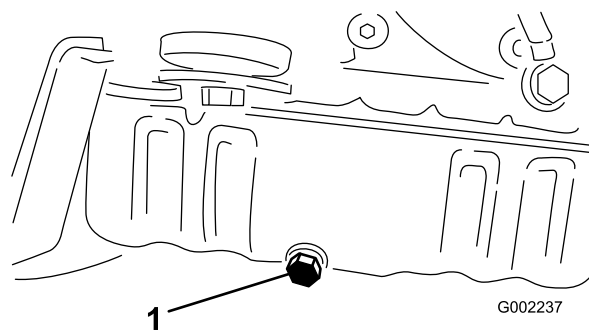

Figura 41
5. Retire el tapón de vaciado (Figura 41).